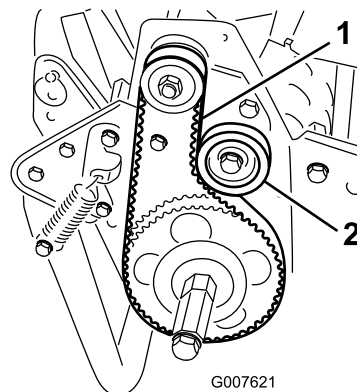

図 31
2. プーリ間の中央（図 31）でベルトを 1.8～2.2 kg程度の力で押して点検します。ベルトのたわみが 6 mm 程度あれば適正です。
- A. アイドラ・プリー固定ナットをゆるめ、プリーをベルトの背に押しつけて、適当な張りを出す（図 31）。